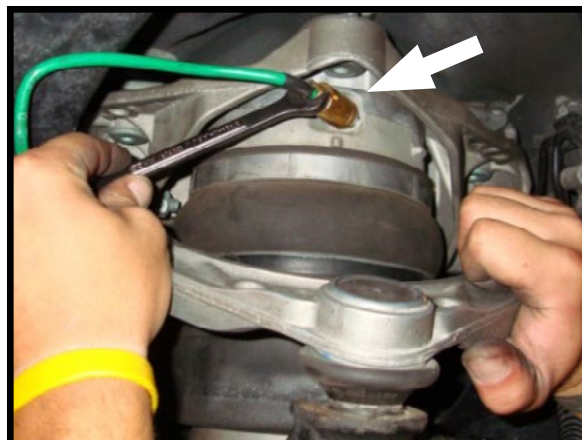

ABBILDUNG 10-1
4. LUFTLEITUNGSNIPPEL VOM LUFTVENTIL LÖSEN. LUFTLEITUNGSNIPPEL VON LUFTLEITUNG ENTFERNEN UND ENTSORGEN. (ABBILDUNG 10-1)